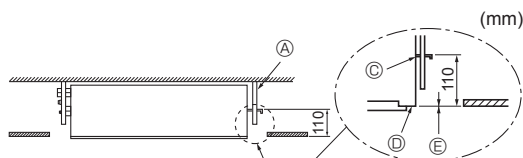

Abb. 2-9
5. Alle Muttern fest anziehen. (Abb. 2-9)